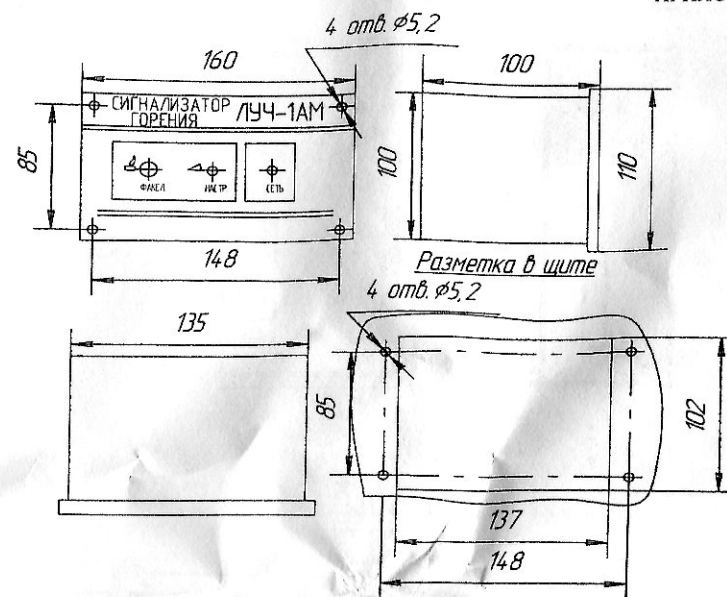

Рис. 1.1. Сигнализатор ЛУЧ-1АМ исп. 01. Щитовой вариант.
- Рис. 1.1. Сигнализатор ЛУЧ-1АМ исп. 01. Габаритный чертеж.